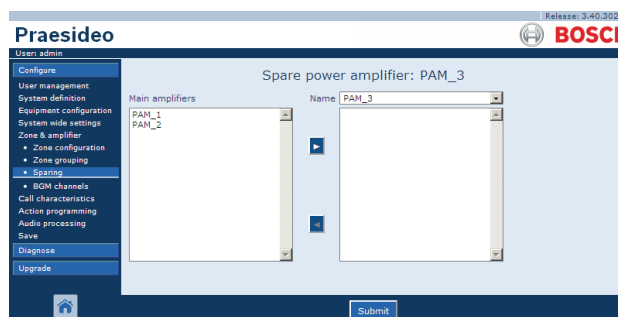

Abb. 45.12: Reservegeräte, Schritt 2
- 2 Wählen Sie einen Reserveverstärker, dem ein Hauptverstärker des Dropdown-Listenfeldes *Power Amplifier* zugewiesen werden soll. Beispiel: *PAM_04* (siehe Abb. 45.12).